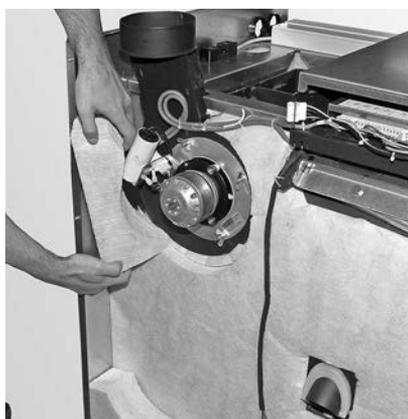

Fig. 27 Isolierung um Abgasgebläse entfernen
- Isolierung rund um das Abgasgebläse entfernen – Fig. 27.